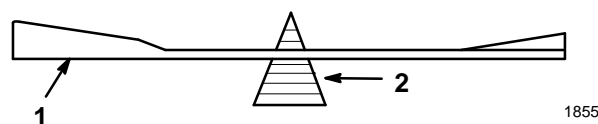

Abbildung 37
2. Das Schnittmesser zur Überprüfung des Gleichgewichts auf eine Schnittmesser-Symmetriereinrichtung legen (Abb. 37). Wenn das Schnittmesser in horizontaler Position bleibt, ist es ausgewuchtet und kann verwendet werden. Wenn das Schnittmesser unwuchtig ist, an der Hinterseite des Messers etwas Metall abfeilen. Diesen Vorgang wiederholen, bis das Schnittmesser ausgewuchtet ist.